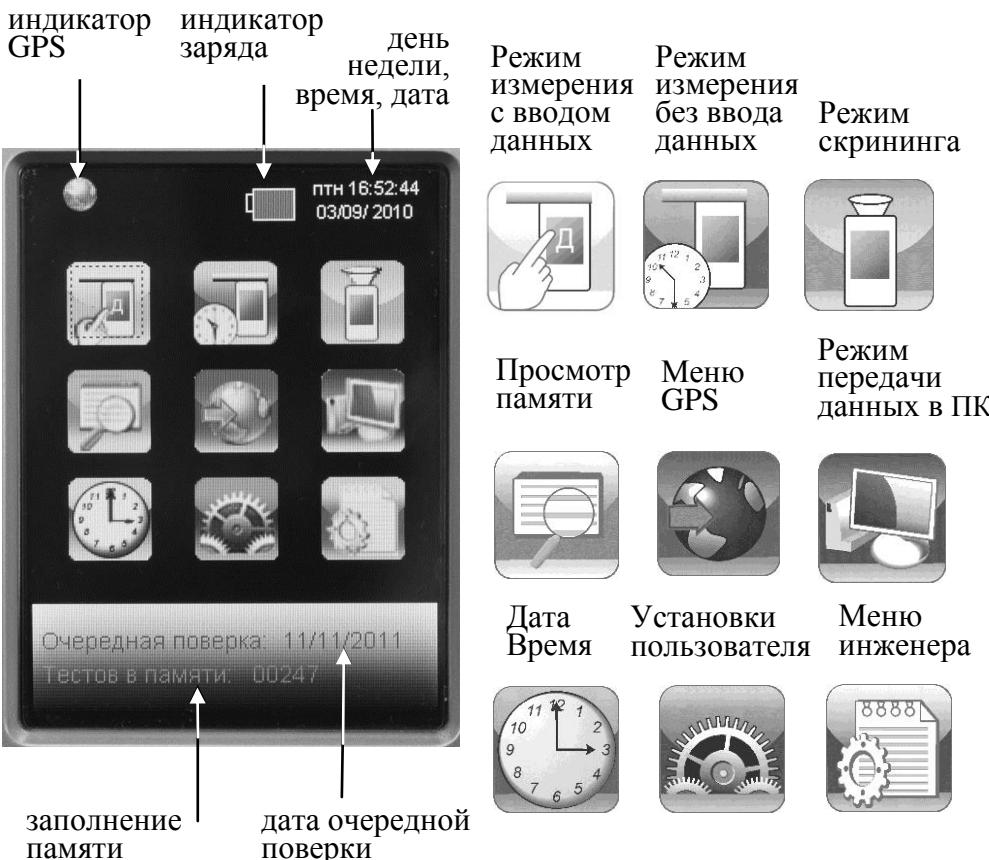

Рисунок 4 – Главное меню анализатора
2.2.1 Включение анализатора производится нажатием на кнопку включения/выключения, удерживая ее до звукового сигнала (1-2 секунды). При этом на экране появляется заставка с названием анализатора и версией программного обеспечения, и начинается процедура автотестирования работоспособности (анализатор проводит автоматический отбор пробы – слышен двойной щелчок срабатывания соленоида заборной системы). После этого на экране появляется главное меню анализатора (рисунок 4).
2.3.1 При включении анализатора после заставки с названием анализатора и версией программного обеспечения на сенсорном экране появляется главное меню из 9 пунктов-иконок и индикаторов, информирующих об уровне заряда аккумуляторного блока, текущем времени и дате, а также об установлении координат текущего местоположения GPS-приемником (рисунок 4).
2.5.2 Для входа в меню «Установки пользователя» в главном меню анализатора (рисунок 4) выберите пункт-иконку «Установки пользователя», касаясь стилусом соответствующей иконки или используя кнопочную клавиатуру согласно п. 2.4.1.2 настоящего РЭ. На сенсорном экране появится окно «УСТАНОВКИ» – меню из 4-х пунктов: